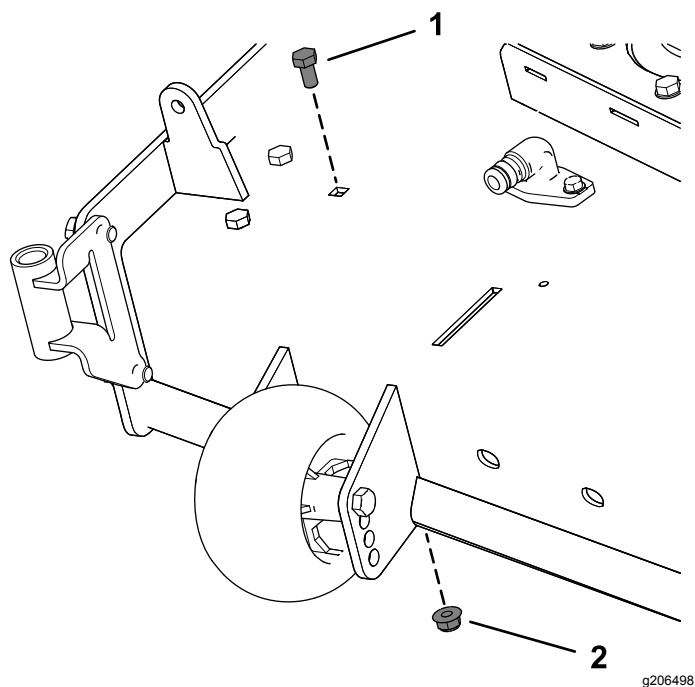

Figura 9
2. Rimuovete il bullone e il dado preesistenti dal piatto di taglio (Figura 9).
Per i piatti di taglio da 137 cm, rimuovete il bullone e il dado come illustrato nella Figura 9.